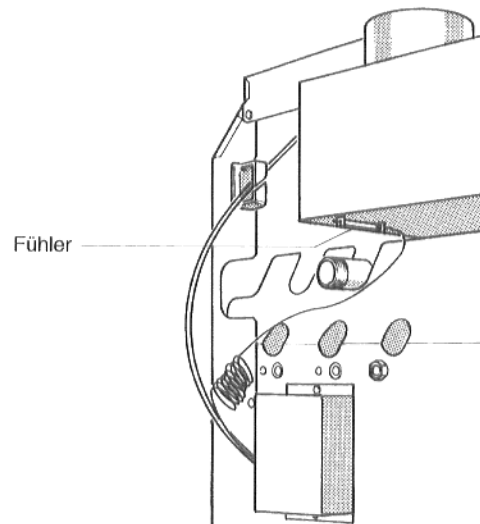

Abb. 29: Fühler Abgasüberwachung
- Abgastemperaturfühler von der Strömungssicherung abschrauben (Abb. 29).